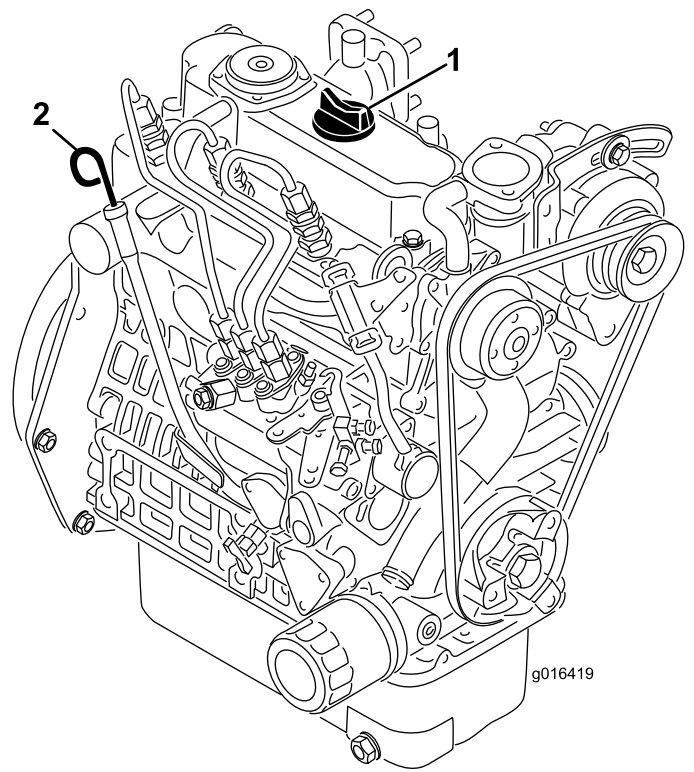

図 32
2. ディップスティックを抜き、ウェスで一度きれいに拭く(図 32)。